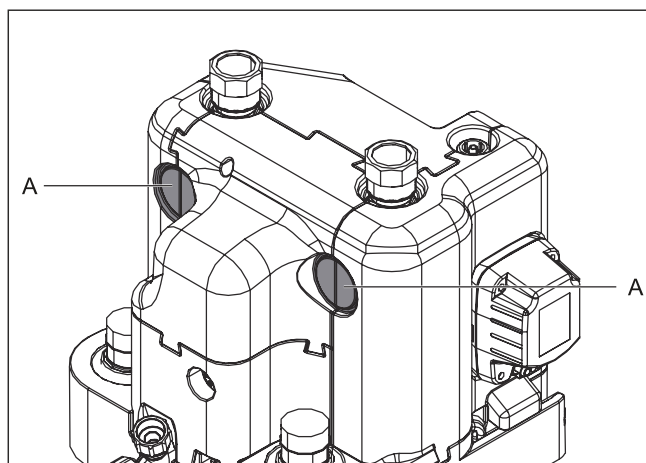

Fig. 4-20 Recorte do isolamento térmico
- 16 Cortar as passagens laterais do isolamento térmico (Fig. 4-20, pos. A) com uma ferramenta adequada.